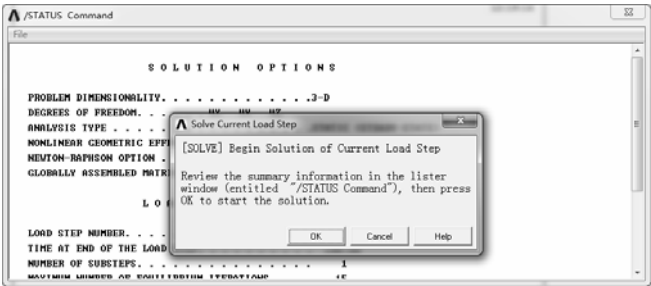

图 9-118 求解信息窗口
3) 选择 “Main Menu>Solution>Solve>Current LS” 命令，弹出图 9-118 所示的求解信息窗口，其中 “/STATUS Command” 窗口显示所要计算模型的求解信息和载荷步信息。